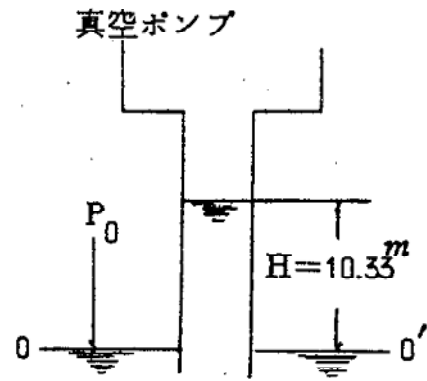

図 3
(2) 気圧と水の関係では、(図 3)のように水面 0~0' 上 10.33m以上の高さにパイプを立て、その上端に真空ポンプを取り付ける。まだポンプを働かせない時には、管の内外の水位は同一であるが、管内の空気が希薄となるにつれて、水位が次第に上昇し、その水面の高さ 10.33mになると止まる。